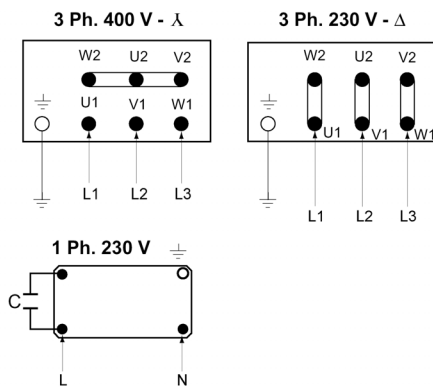

Fig. 4: alimentación eléctrica
- La alimentación eléctrica también se encuentra en la fig. 4.